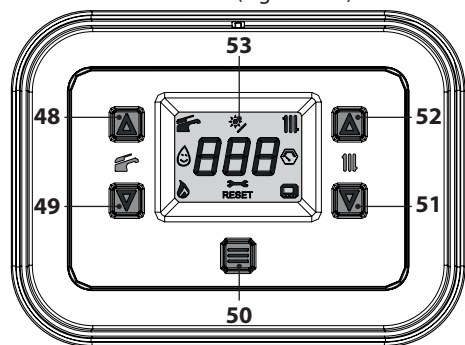
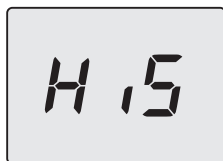
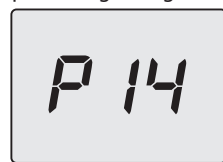
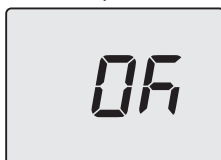

Figura 5.55
Figura 5.56
Figura 5.59
Figura 5.61
- Entrare in "modalità programmazione" premendo contemporaneamente per 5 secondi i tasti 49 e 51 (Figura 5.55) fino a far apparire sul display LCD le lettere **HIS** che indicano il menu "Storico delle caldaia" (Figura 5.56).
- Premere per 1 sec. il tasto 50 (Figura 5.55) per entrare nel parametro selezionato. Il display visualizzerà quanto segue (Figura 5.59).
- Premendo il tasto 50 (Figura 5.55) si ottiene la conferma del valore inserito. Il display visualizzerà per 5 sec. quanto segue (Figura 5.61) poi, si porterà al livello superiore.
- Premendo contemporaneamente i tasti 49 e 51 (Figura 5.55) si esce senza modificare il valore (ritorno al livello precedente).
- tenere premuti contemporaneamente i tasti 49 e 51 per 5 sec. (Figura 5.55) (ritorno al livello precedente).
Comunque se la temperatura ambiente non dovesse essere confortevole si può aumentare o diminuire la temperatura di mandata dell'impianto riscaldamento di $\pm 15^\circ\text{C}$ agendo sui tasti 51 (diminuzione) e 52 (aumento) (Figura 5.55).